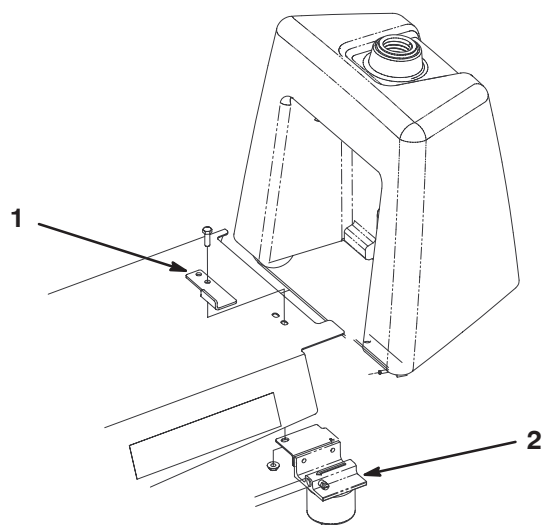

Figure 3
6. Si vous utilisez un siège standard, vous devez poser une butée (Fig. 3) de la manière suivante :
- C. A l'aide de la vis et de l'écrou retirés et d'une vis de 5/16 x 1" et d'un écrou fournis avec les pièces détachées, fixez la butée de siège et le séparateur d'eau à la surface inférieure de la jupe. Positionnez la butée comme illustré à la Figure 3.